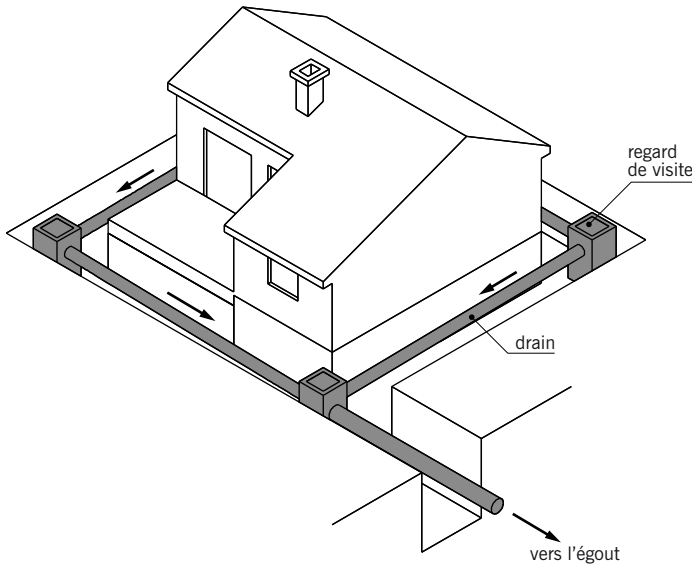

fig. 2.14
■ Le **drainage** : ensemble des ouvrages qui collectent et évacuent les eaux de ruissellement et les eaux souterraines. Ils sont situés à proximité des fondations d'une habitation ou d'un mur de soutènement (fig. 2.14). Un tel dispositif, qui est à prévoir lorsque le bâtiment ou l'ouvrage est fondé sur des couches de terrains imperméables ou peu perméables, comprend généralement les éléments suivants (fig. 2.15) :